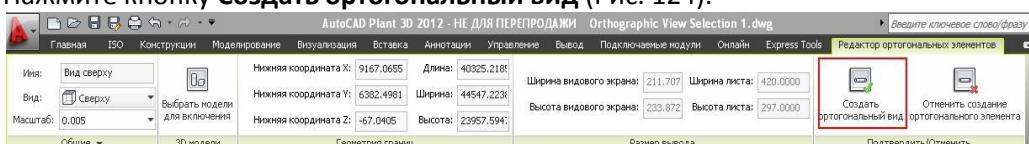

Рис. 124
- Нажмите кнопку **Создать ортогональный вид** (Рис. 124).